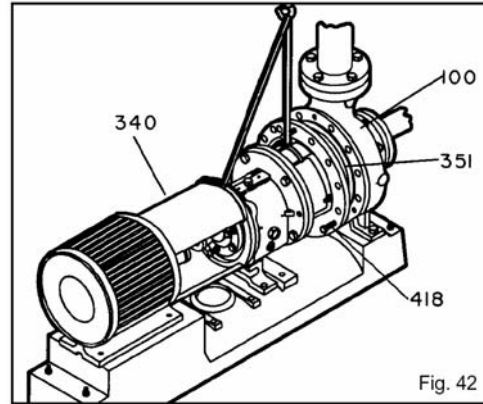

Fig. 42
Adaptador de cara C: - Coloque una eslinga del montacargas a través del adaptador para el soporte (108) o del soporte (228A) para el modelo STO y una segunda eslinga desde el montacargas a través del adaptador de cara C (Fig. 42).